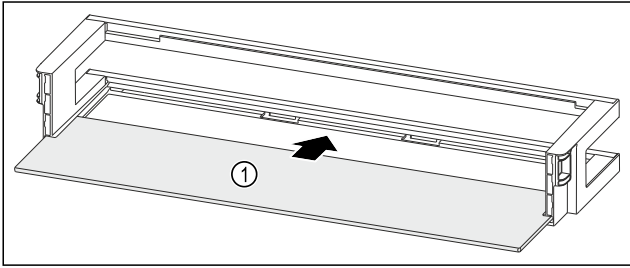

Fig. 182 Balconcino controporta con ripiano
- Inserire il ripiano Fig. 182 (1) negli incavi laterali.